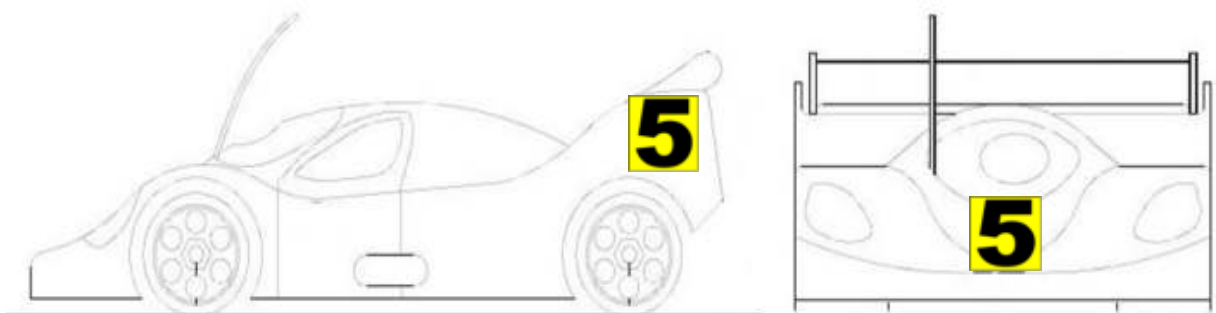

Figura 21: Disposizione numeri gara Cardano 1/8
- 6C.1.12 **Disposizione numeri di gara:** prima della partenza delle manche di qualifica e delle fasi finali i Piloti sono obbligati a posizionare sulla propria carrozzeria i numeri di gara, consegnati dagli Organizzatori, con la disposizione mostrata in Figura 21, al fine di garantire una maggiore visibilità da parte della Direzione di Gara. La non corretta posizione dei numeri gara comporta il richiamo del modello del Pilota, da parte del Direttore di Gara, in modo tale che questi li disponga come da Regolamento (vedi Figura 21).